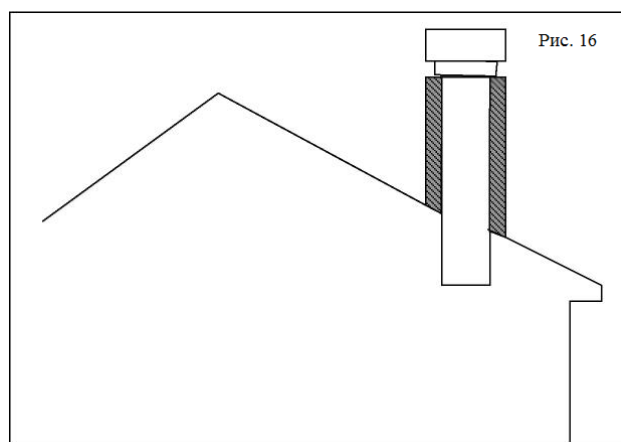

Рис. 16
- металлические трубы с двойной стенкой (рис. 16);